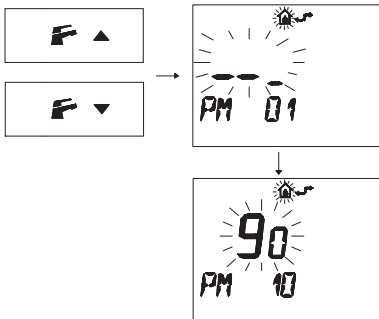

Figura 5.46
- Premere i pulsanti o per visualizzare la programmazione "PM10" selezione della frequenza di accensione (Figura 5.46).
Nella Figura 5.46 si visualizza un SET programmato di **90** corrispondente ad un tempo di riaccensione di 3 minuti circa.